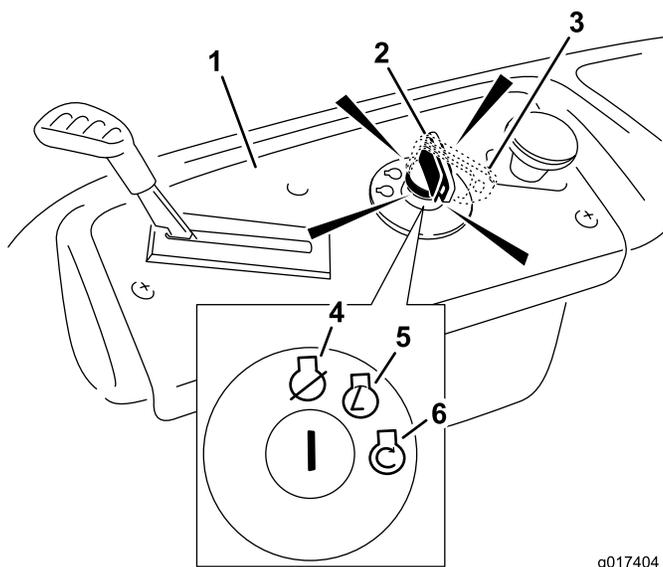

Bild 14
4. Drehen Sie den Zündschlüssel auf Start, um den Anlasser zu aktivieren (Bild 14).
4. Stellen Sie den Zündschlüssel auf „Aus“ (Bild 14) und ziehen Sie ihn ab.